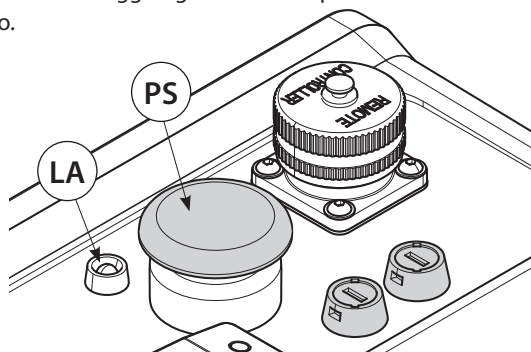

FIG. 3
- In caso di necessità, premendo a fondo il pulsante meccanico di scarico (PS) Fig. 3 a bordo pompa, è possibile ottenere lo scarico dell'olio nel serbatoio in qualsiasi momento, anche in assenza di tensione.
La pompa è dotata di un sistema di diagnostica; l'accensione del led giallo (LA) Fig. 3 segnala eventuali anomalie di funzionamento **con conseguente blocco della pompa**.